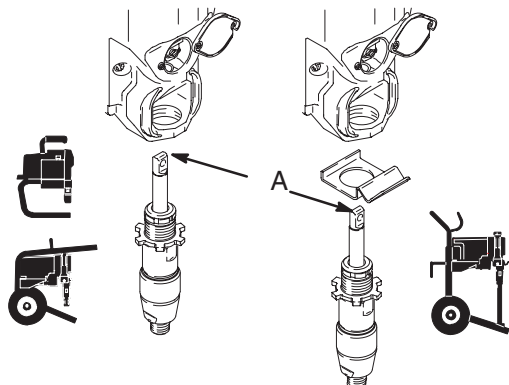

Fig. 14
1. Fig. 14. Extienda completamente la varilla del pistón. Engrase la parte superior de la varilla de la bomba en el punto (A) o dentro de la biela.